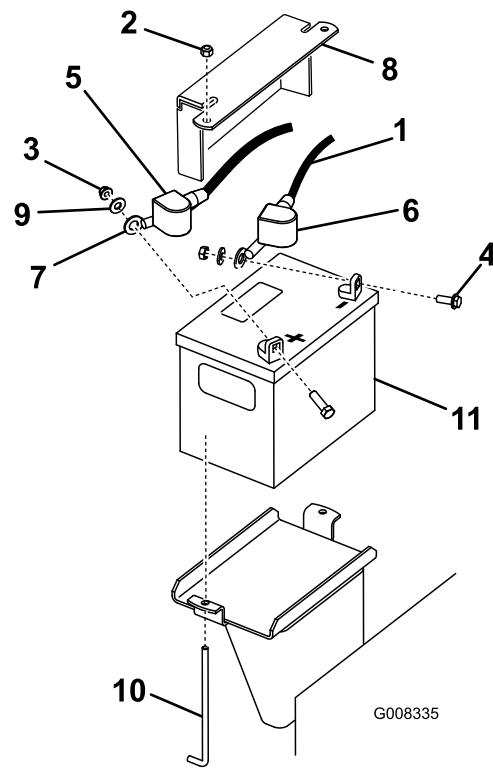

Figure 39
3. Enlevez le capuchon en caoutchouc noir qui protège le câble négatif. Débranchez le câble négatif de la batterie de la borne négative (-) de la batterie (Figure 39).
4. Enlevez le capuchon rouge de la borne positive (rouge) de la batterie. Débranchez ensuite le câble positif (rouge) de la batterie (Figure 39).
5. Enlevez la plaque de maintien, les boulons en J et les contre-écrous de fixation de la batterie (Figure 39) et retirez la batterie.
1. Placez la batterie sur la machine (Figure 39).
3. Commencez par relier le câble positif (rouge) à la borne positive (+) de la batterie avec un écrou, une rondelle et un boulon (Figure 39). Glissez le capuchon de caoutchouc sur la borne de la batterie.
4. Reliez ensuite le câble négatif et le câble de masse à la borne négative (-) de la batterie avec un écrou, une rondelle et un boulon (Figure 39). Glissez le capuchon de caoutchouc sur la borne de la batterie.